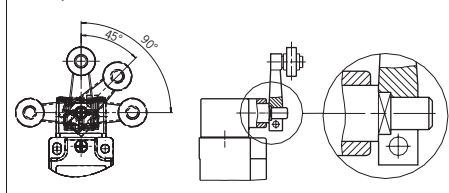

Fig. 2 : Déplacement vertical de l'actionneur
- ▶ L'actionneur (levier à galet) doit être fixé de façon permanente à l'axe interne. L'empreinte multiple de l'actionneur et celle de l'axe interne doivent s'emboîter l'une dans l'autre (voir Fig. 2).